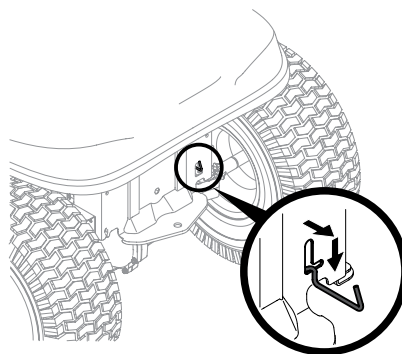

Figura 2-31
1. Localize a haste de bypass hidrostático na traseira do trator. Veja Figura 2-31.